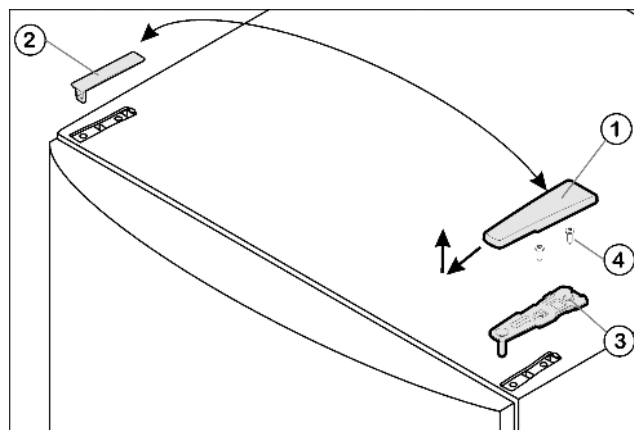

Fig. 4
- Kryt Fig. 4 (1) stáhněte dopředu a nahoru.
- Kryt Fig. 4 (2) zvedněte.
- Horní stojan ložiska Fig. 4 (3) odšroubujte (2 krát Torx® 25) Fig. 4 (4) a stáhněte nahoru.
- ▶ Horní stojan ložiska *Fig. 4 (3)* vložte na nové straně závěsu do dvířek.
- ▶ Horní stojan ložiska **příšroubujte (s 4 Nm)** (2krát Torx® 25) *Fig. 4 (4)*. Díry pro šrouby případně předem propíchněte nebo použijte akumulátorový šroubovák.
- ▶ Kryt *Fig. 4 (1)* a kryt *Fig. 4 (2)* vždy na opačné straně zvenku nasadíte a zaklesnete.